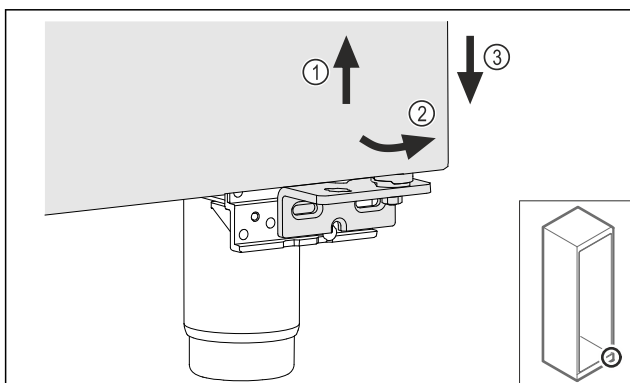

Fig. 24
- ▶ Ridicați ușor ușa Fig. 24 (1), basculați-o jos spre înainte Fig. 24 (2) și coborâți-o Fig. 24 (3).